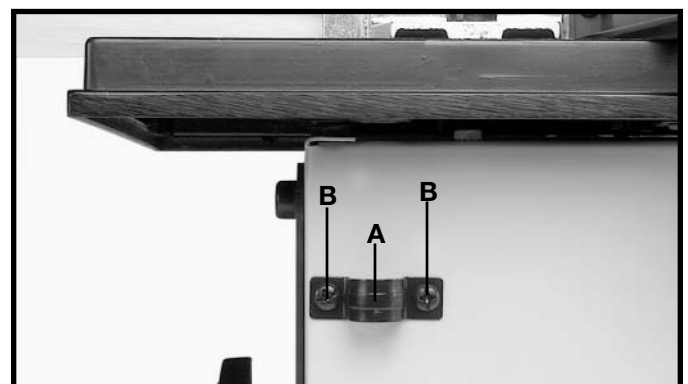

Fig. 6
Ensamble el soporte del protector del cortador superior (A) Fig. 6 a la parte posterior de la Recortadora/Limadora, y afiáncela con los dos tornillos autoroscadores de 3/8 de pulgada de largo (B).